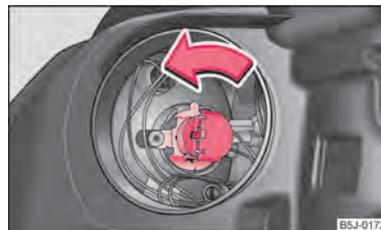

Fig. 155 Smontaggio della lampadina abbagliante
- Girare a sinistra il connettore con la lampadina fino all'arresto ⇒ fig. 155 ed estrarlo.